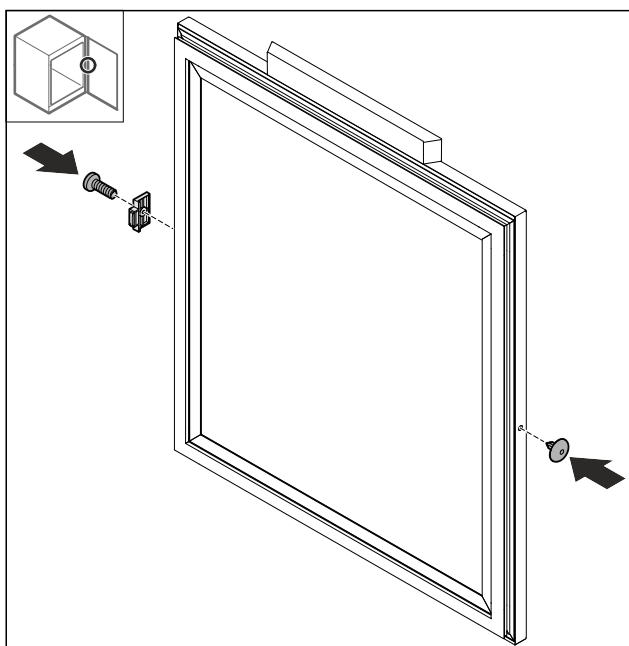

Fig. 76
- ▶ Смонтируйте ограничитель хода двери Fig. 76 (1) на противоположной стороне, повернув его на 180°.
- ▶ Установите крышку Fig. 76 (2) на противоположной стороне.